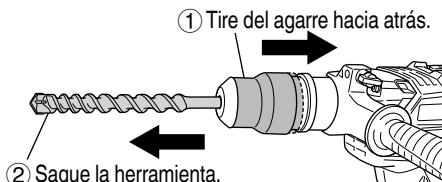

Fig. 11
- (3) Tire de la herramienta y compruebe que se encuentre completamente bloqueada.
- (4) Para extraer la herramienta, tire completamente de la empuñadura en el sentido de la flecha y tire hacia afuera de la herramienta. (Fig. 11).